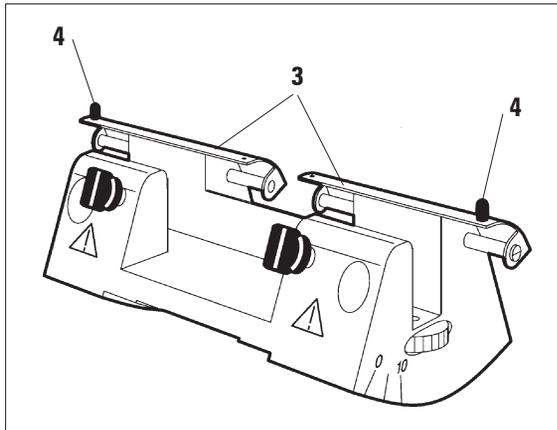

Fig. 3
O protetor de navalha (3) do porta-navalhas tipo N pode ser facilmente posicionado por meio de dois botões (4) (Fig. 3).